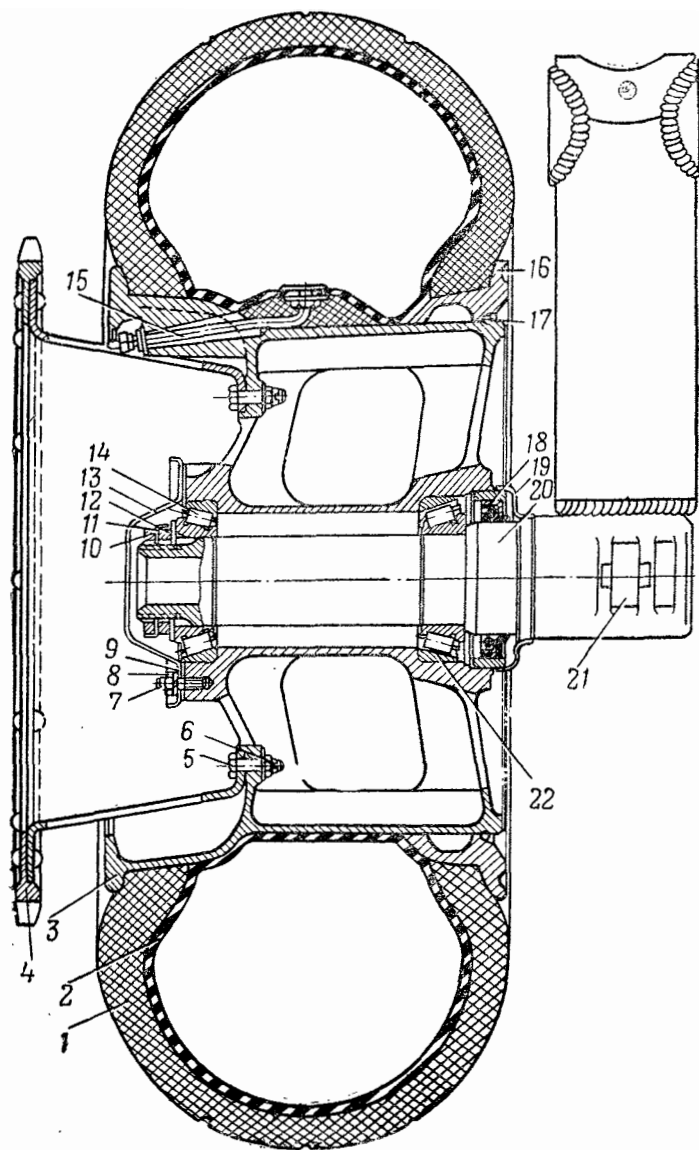

Рис. 5. Установка дополнительного колеса:
5. Отвернуть гайки 8 (рис. 5) и снять колпак 13.
а) регулировку роликподшипников производить затяжкой гайки 12 (рис. 5) одной рукой с помощью ключа, плечо которого 300—350 мм. Затягивать гайку, пока дополнительное колесо не начнет туго вращаться;
1. Напрессовать роликподшипник 22 (рис. 5) на ось 20 балансира.